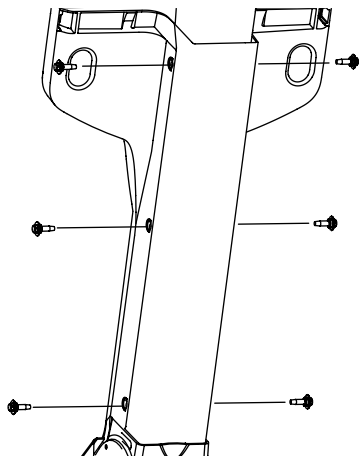

Figura 2-7
3. Asegure la consola en su lugar con los seis tornillos con reborde. Consulte la Figura 2-7. Ajuste los tornillos con reborde a 60 in/lb (+/- 20 %).